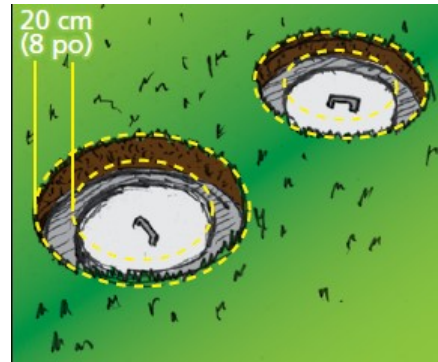

Fig. 1
1. Dégager les deux couvercles de la fosse et chacun des contours des couvercles d'au moins 20 cm (8 pouces). Fig. 1
1. Unblock the two covers of the tank and the contours of each cover by at least 20 cm (8 inches). Fig. 1